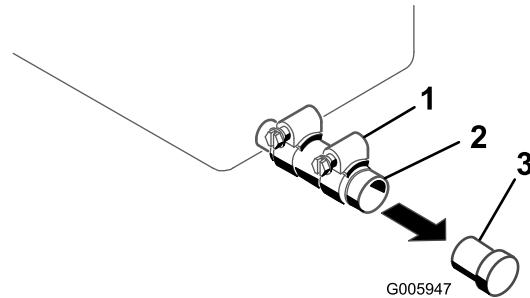

図 29
4. 排出口の下に廃油受けを置く(図 29)。
5. クランプをゆるめ、プラグを外す(図 29)。